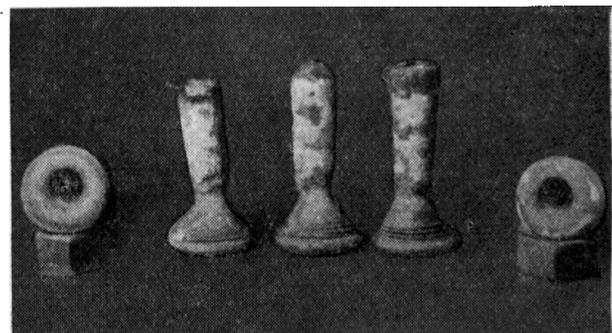

Bild 23. Stark abgezehrte Stahlstehbolzen
- Stahlstehbolzen** Bei Stahlstehbolzen (Bild 23) ist die Kehlnahtschweißse 1 bis 2 mm tiefer als die Wandfläche abzufräsen. Bei Hohlstehbolzen wird die Schweißfläche abgemeißelt. Die abgefrästen bzw. abgemeißelten Stehbolzen sind wieder einzuschweißen.